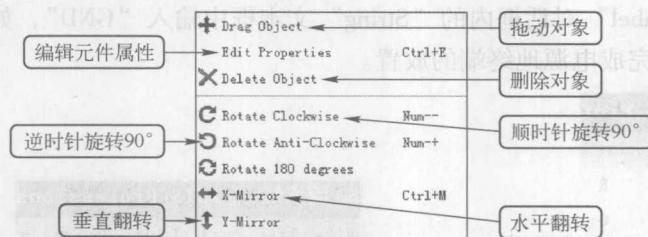

图 1-13 右键单击元器件弹出的快捷菜单(部分)
(2) 移动和旋转元件。用鼠标右键单击 AT89C51 单片机,弹出如图 1-13 所示的快捷菜单。本例只需要对单片机进行垂直翻转操作,所以选择“Y-Mirror”命令即可。